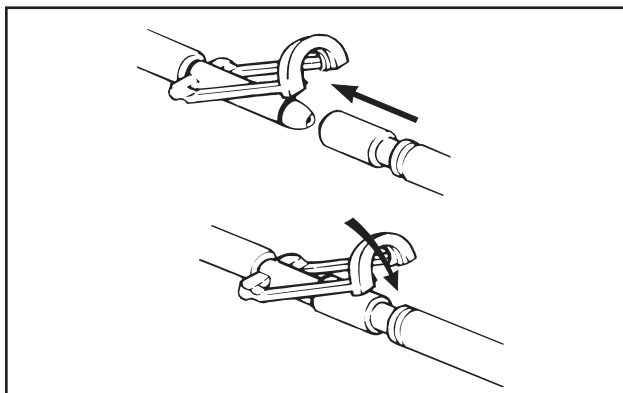

Figure 6 – Connecteur Clik-Tite
- Attacher les deux connecteurs Clik-Tite (fig. 6 ci-dessous) au tuyau de raccordement de la couverture/enveloppe corporelle. Insérer le raccord mâle au raccord femelle. Lorsque les raccords sont complètement emboîtés, enclencher le dispositif pour verrouiller le raccordement.